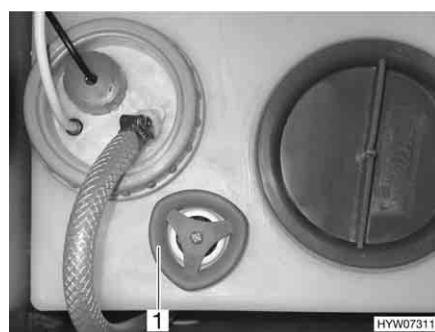

Fig. 208 Serbatoio dell'acqua con maniglia girevole
- Sul serbatoio dell'acqua ruotare la maniglia girevole (Fig. 208,1) in senso antiorario, per aprire l'apertura di scarico.